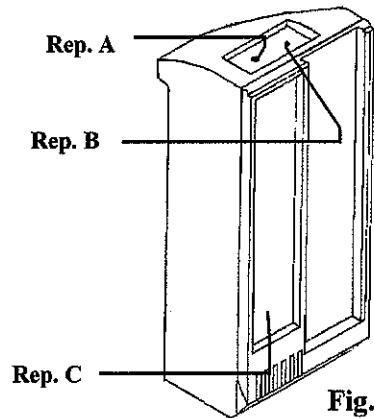

Fig. 1
- Un voyant lumineux (Rep. A Fig. 1) qui reste allumé (ou non suivant votre volonté – voir chapitre 3 & C « extinction du voyant) dès que la cassette est initialisée.
- Une touche d'affectation (Rep.B Fig. 1) permettant d'enregistrer les ordres de l'émetteur.
- Une étiquette (Rep. C Fig. 1) destinée à inscrire le numéro d'affectation de zone de la cassette.
- Coloris : Perle (ES) ou Noir (CN)
- Noter le numéro de zone que vous lui attribuez sur l'étiquette (voir Rep. C Fig.1)
- Appuyer environ 10 secondes sur la touche Rep. B Fig. 1 du récepteur jusqu'à ce que le voyant s'éteigne.
Nota : Pour rallumer le voyant, appuyez de nouveau environ 10 secondes sur la touche rep. B Fig. 1 du récepteur jusqu'à ce que le voyant se rallume.